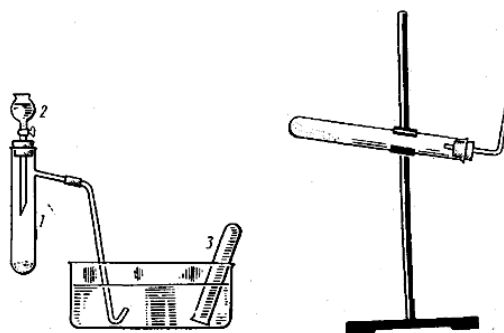

Рисунок.1. Установка для получения азота и аммиака
1. *Получение азота.* Собрать прибор (рис.1). Насыпать в пробирку 1–2 г NaNO_2 , прилить по каплям 2–3 мл $\text{NH}_4\text{Cl}_{\text{конц.}}$ и осторожно нагреть. Собрать выделяющийся газ и проверить, поддерживает ли он горение и написать уравнение реакций получения азота.